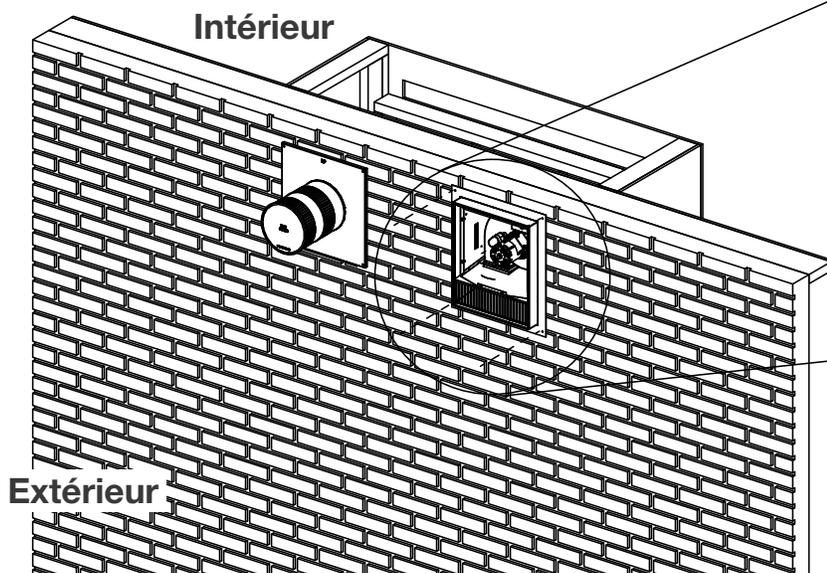

Fig. 3
- Fixez le boîtier extérieur au mur extérieur en installant le solin mural à l'aide des attaches appropriées (non fournies) (**Fig. 3**).